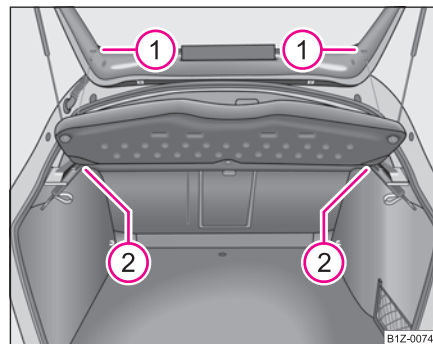

Fig. 82 Demontarea
- Desprindeți benzile de susținere de pe hayon ① ⇒ fig. 82.
- Scoateți raftul din suportul ② orizontal în spate.
- La montare împingeți mai întâi raftul în suportul ② și apoi prindeți benzile de susținere ① de hayon.